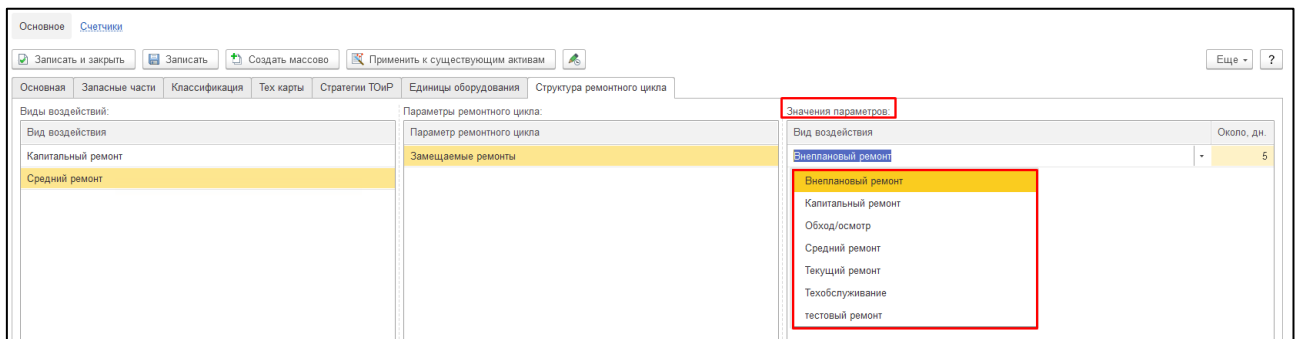

Рисунок 35. Заполнение табличной части «Значение параметров».
- «Замещаемый ремонт» - заполняются реквизиты (см. Рисунок 35):